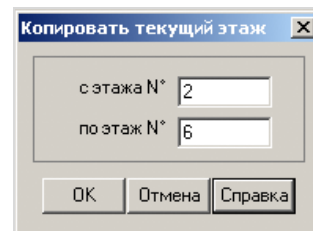

Рис.13.9.1 Окно диалога **Копировать текущий этаж**
- В открывшемся окне диалога **Копировать текущий этаж** (рис.13.9.1) задайте следующие параметры: